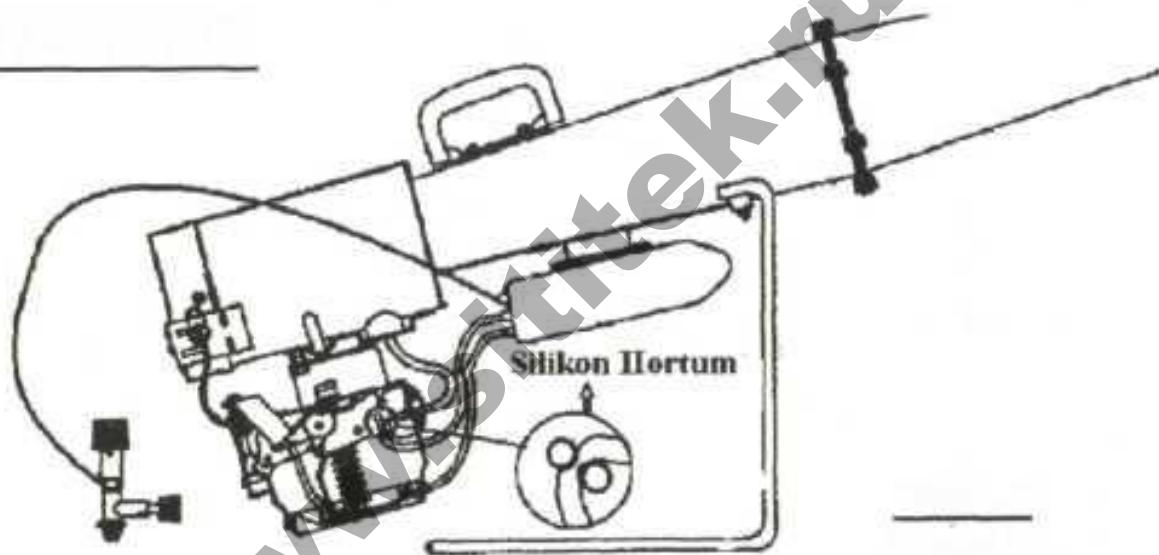

Рис.3
- При первом включении устройства, а также при каждом последующем использовании (если питание устройства было включено), убедитесь в том, что силиконовый шланг (см. рисунок 3) не пережат. Если силиконовый шланг пережат, устраните неисправность, в противном случае давление газа в системе будет снижено.
Данные процедуры позволяют продлить срок службы силиконового шланга (показан на рис. 3).